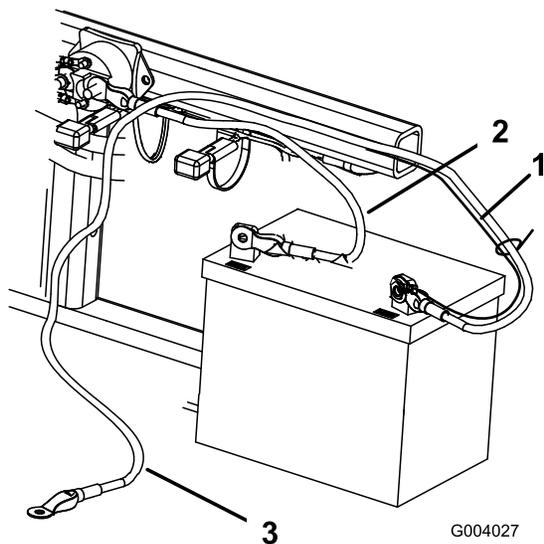

Figure 7
2. Fixez le câble positif (rouge) à la borne positive (+) avec un boulon (1/4" x 5/8") et un contre-écrou (Figure 7).
3. Fixez le petit câble noir et le câble négatif (noir) à la borne négative (-) de la batterie avec un boulon ( $\frac{1}{4}$ " x  $\frac{5}{8}$ ") et un contre-écrou ( $\frac{1}{4}$ ") (Figure 7).